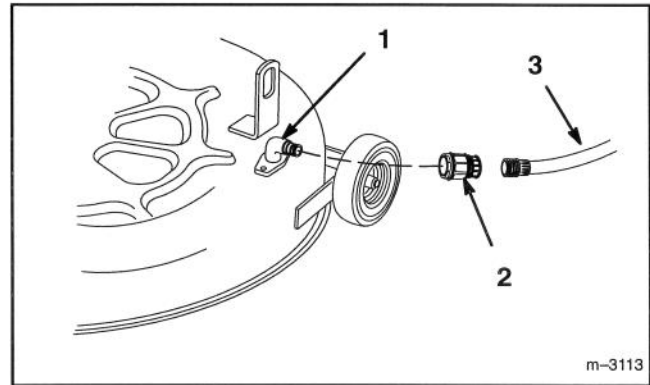

Figure 17
2. Visser la douille de raccordement du tuyau au raccord de lavage de la tondeuse et ouvrir l'eau à fond (Fig. 17).